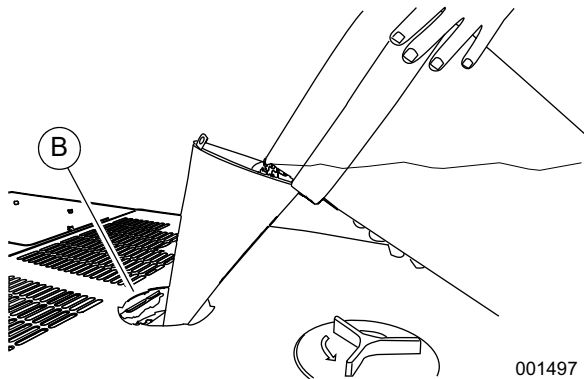

Figure 5-15. Remplissage du circuit de refroidissement
14. Voir **Figure 5-15**. Enfoncer l'entonnoir dans le goulot de remplissage du radiateur (B). Voir **Vidange et purge du circuit de refroidissement**.